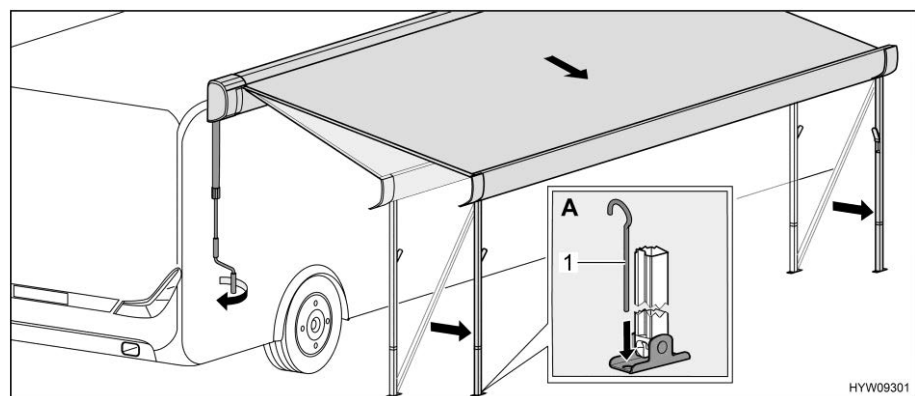

Fig. 49 Collocazione della tenda nella posizione finale
- Servendosi di puntelli (Fig. 49,1), fissare a terra i montanti di supporto (Fig. 49,A).